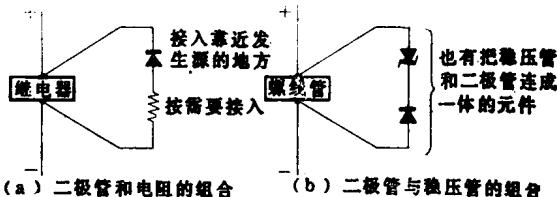

图1-6 直流电路的噪声抑制器
**直流电路的场合** 如图1-6所示，在尽量靠近发生源的地方并联连接二极管。考虑响应性，把二极管和电阻或者二极管和稳压二极管组合起来，也是有效的。这种组合起来的元件已在市场上出售。